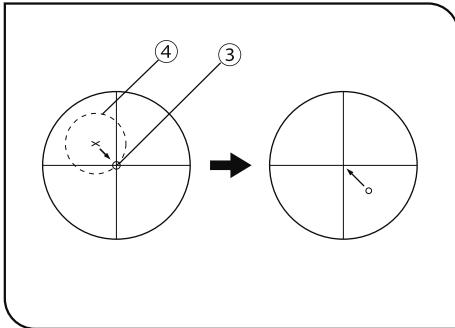

図 28
10) 回転ステージの心調整を行います。 (図28、29)
- b) クロス接眼レンズのクロス線の中心に、標本上の目印③となるものを移動させます。
- c) ステージを回転させて、目印③が描く円④の中心位置を割り出し、その中心位置をクロス線の中心まで、ステージの心出しつまみ（2ヶ所）⑤を回して移動させます。
- d) 標本のみを動かして、目印③をクロス線の中心に移動させます。